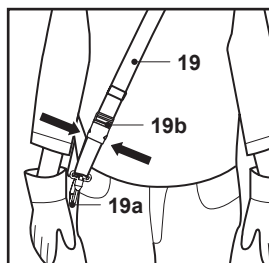

Fig. 16
7. În caz de urgență, ține tija superioară (10) cu mâna stângă și folosește-ți mâna dreaptă pentru a apăsa pe cele două cleme ale accesoriului de eliberare rapidă (19b). Produsul și clema de fixare (19a) se vor desprinde automat de corp datorită greutateii produsului (Fig. 16).